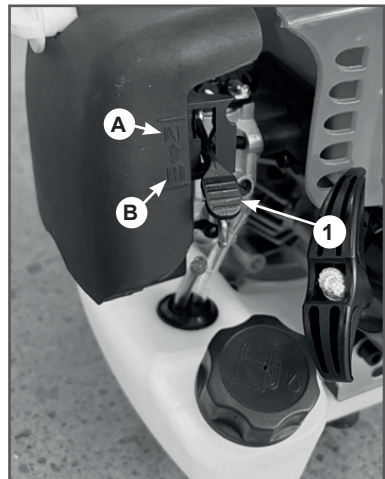

Рис. 10 Расположение рычага управления воздушной заслонкой
- Закройте воздушную заслонку. Для этого рычаг 1 управления воздушной заслонкой (Рис. 10) установите в верхнее положение А (Рис. 10).
8. После первой вспышки откройте воздушную заслонку — переведите рычаг воздушной заслонки в нижнее положение В (Рис.10). Проверните коленчатый вал двигателя ручным стартером до тех пор, пока не почувствуете сопротивление, затем медленно опустите ручку стартера вниз. Снова медленно потяните за ручку стартера, пока не почувствуете, что стартер вошел в зацепление с маховиком,